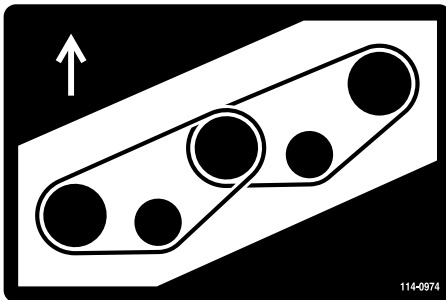
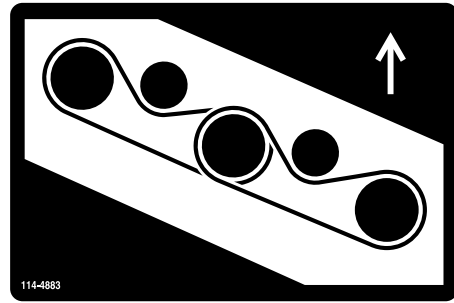

Figura 131
Figura 132
7. Pase la correa nueva alrededor de las poleas de los ejes y del conjunto de la polea tensora (Figura 131 y Figura 132).